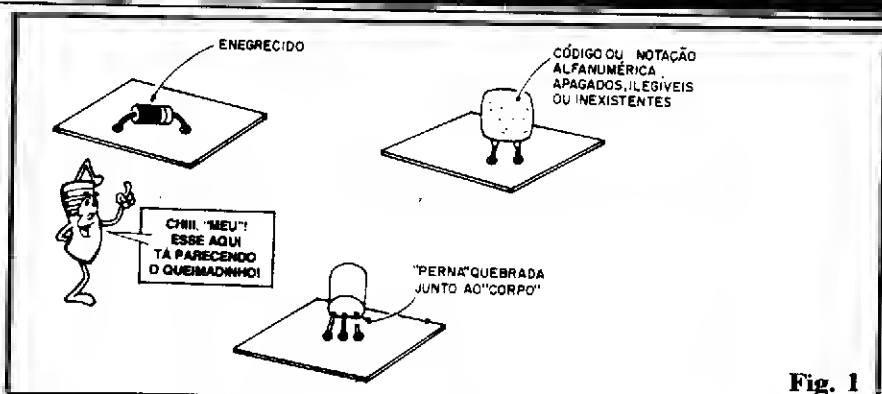
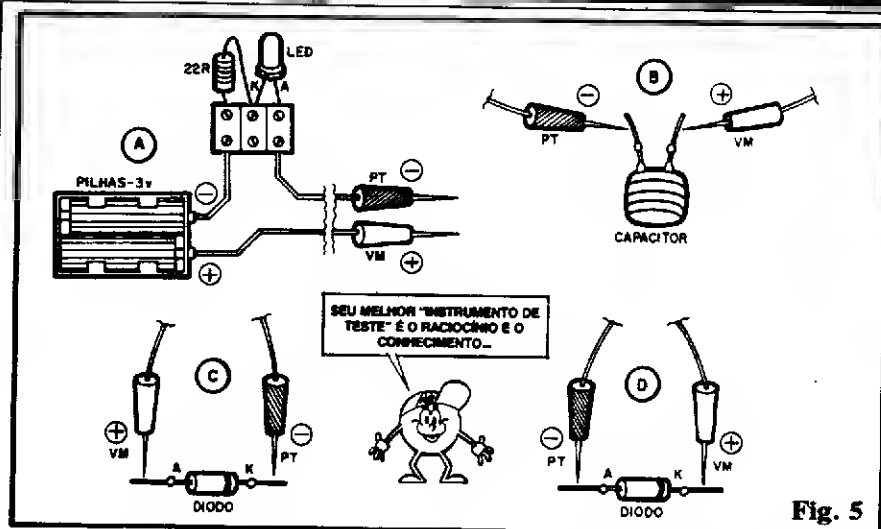

Fig. 1
Fig. 5
- FIG. 1 - A ANÁLISE VISUAL - A maioria das modernas SUCATAS já estão dispostas em Circuitos Impressos, porém ainda é possível achar algumas, bem velhonas, nos pré-históricos **chassis** metálicos. Se a "coisa" estiver muito suja, escovar e espanar pode ajudar (não vão "lavar" as SUCATAS, já que muitos componentes podem ser sensíveis à umidade...). Em seguida, conforme indicam as condições mais elementares da fig. 1, devem ser automaticamente descartados os componentes que:
- **FIG. 5 - OS TESTES ELEMEN-TARES** - Além da análise puramente visual já detalhada na fig. 1, é lógico que alguns outros testes elementares devem ser feitos, antes de considerar os componentes removidos da SUCATA como realmente aproveitáveis... Com o simplíssimo dispositivo cuja montagem é vista na fig. 5-A (um su-
No exemplo mostrado em 5-B, um capacitor de baixo valor (disco, poliéster, plate, etc.) está sendo verificado... Na condição indicada, o LED do PROVADOR **não deve** acender, já que se isso ocorrer, o capacitor estará “em curto”, devendo ser imediatamente descartado! Em capacitores de alto valor (tipicamente eletrolíticos) e com as pontas do PROVADOR aplicadas “nos conformes” da polaridade do componente testado, **pode** ocorrer uma breve “pisca-da” inicial do LED indicador (devido ao momentâneo e relativamente intenso trânsito da corrente de carga do dito capacitor...), que, porém, logo em seguida cessa, devendo o LED restar apagado! Outros exemplos elucidativos estão nas figs. 5-C e 5-D, com a verificação de um diodo: o LED indicador **deverá** acender no teste 5-C e **não** acender no 5-D. Qualquer “outro” comportamento do LED indicador denotará um diodo arruinado (“em curto” ou “aberto”, destinado ao lixo...).
Com os elementos já “arquivados” na memória do Leitor/Aluno, obtidos nas “Aulas” anteriores do ABC, praticamente qualquer componente poderá ser testado com sucesso, pelo menos quanto a seus elementares parâmetros e condições, via PROVADOR da fig. 5-A. Não se pode - certamente - “medir” valores e outras “sutilezas” com o simples PROVADOR, porém a grosso modo, sua utilidade é muito grande! O Leitor/Aluno “esperto”, rapidinho providenciará um dispositivo em caráter definitivo, devidamente embutido numa caixinha (contendo as pilhas e expondo a “cabeça” do LED indicador, sobressaindo as duas pontas de prova dotadas de fios não muito curtos...) mantendo-o sobre a bancada. Será - garantimos - **muito** usado ao longo do aprendizado e prática da Eletrônica!